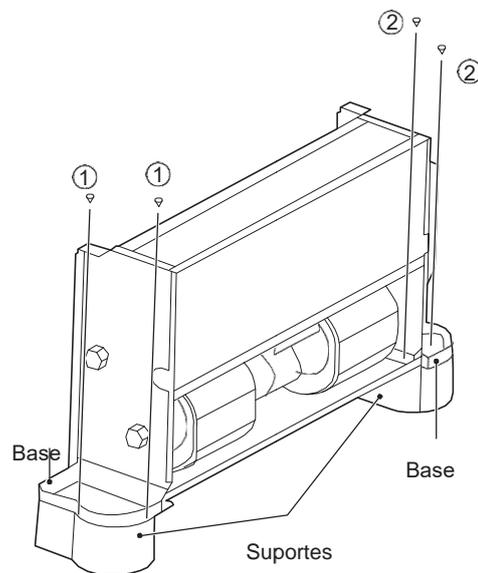

Figura 5-3
Os suportes mostrados na Figura 5-3 são opcionais. É possível comprá-los separadamente e instalá-los da seguinte forma:
2. Coloque os orifícios de montagem na base da unidade no pino de montagem do suporte correspondente e instale os parafusos ①*2 e ②*2 para fixar o suporte de acordo com a Figura 5-3.